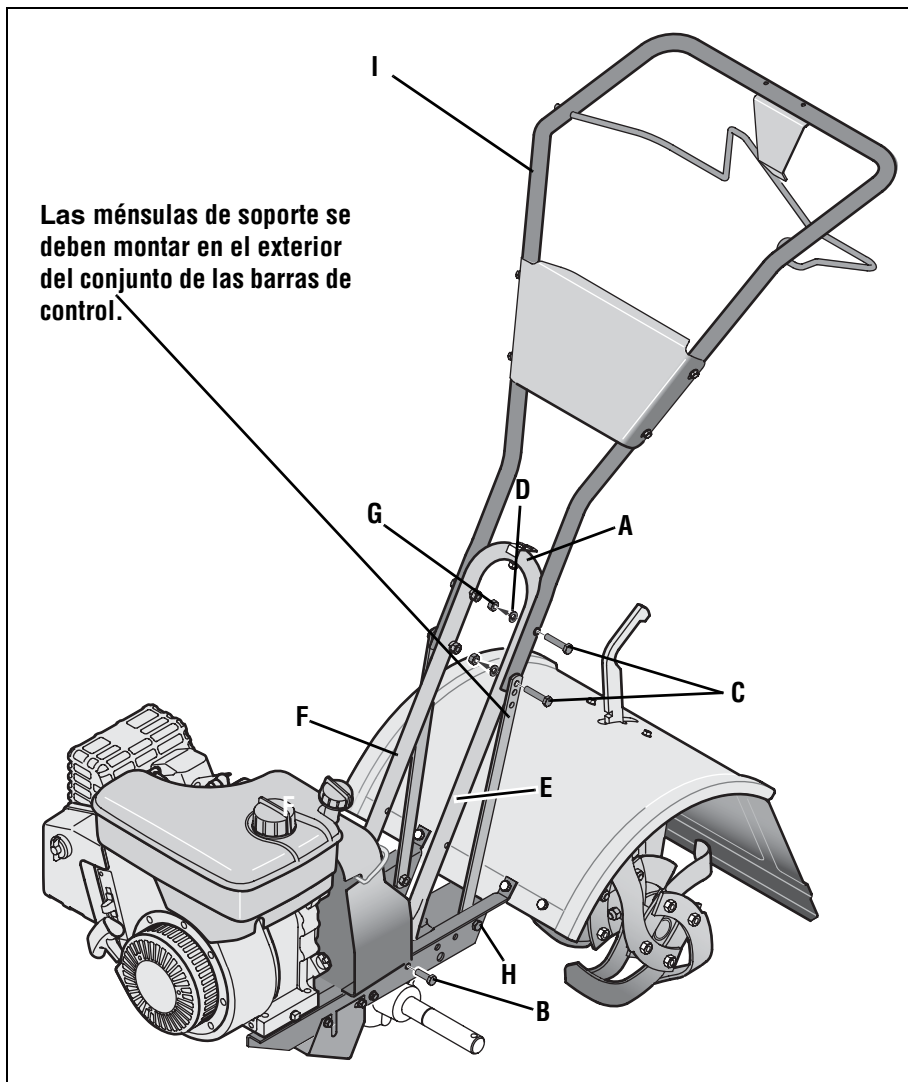

Fig. 2-2: Una la barra de control.
1	Soporte de las barras de control (vea A, Fig. 2-2)
1	Montaje de las barras de control (vea K, Fig. 2-2)
1. Una las patas de soporte de las barras de control, sin ajustar, (A, Fig. 2-2) a los lados interiores de la estructura de la cultivadora con dos tornillos de cabeza hexagonal de 3/8"-16 x 3/4" (B), arandelas
2. Con dos tornillos de 5/16"-18 x 1-1/2" (C), arandelas de seguridad hendidas de 5/16" (D) y tuercas hexagonales de 5/16"-18 (G), una el soporte de las barras de control, sin ajustar, (A) usando los orificios superiores. Apriete los dos tornillos con firmeza.
3. Hay tres orificios de ajuste de la altura en las dos ménsulas de soporte de las barras de control (E y F, Fig. 2-2). Use una configuración que posicione las barras de control aproximadamente al nivel de la cintura cuando los dientes se encuentran aproximadamente 3"-4" dentro del suelo. Una las ménsulas de soporte, sin ajustar, **al exterior** del conjunto de las barras de control (I) usando dos tornillos de 5/16"-18 x 1-1/2" (G), arandelas de seguridad hendidas de 5/16" (D) y tuercas hexagonales de 5/16"-18 (G). **NOTA:** Si una ménsula de soporte no se mueve, afloje el tornillo (H) y la tuerca de sujeción.